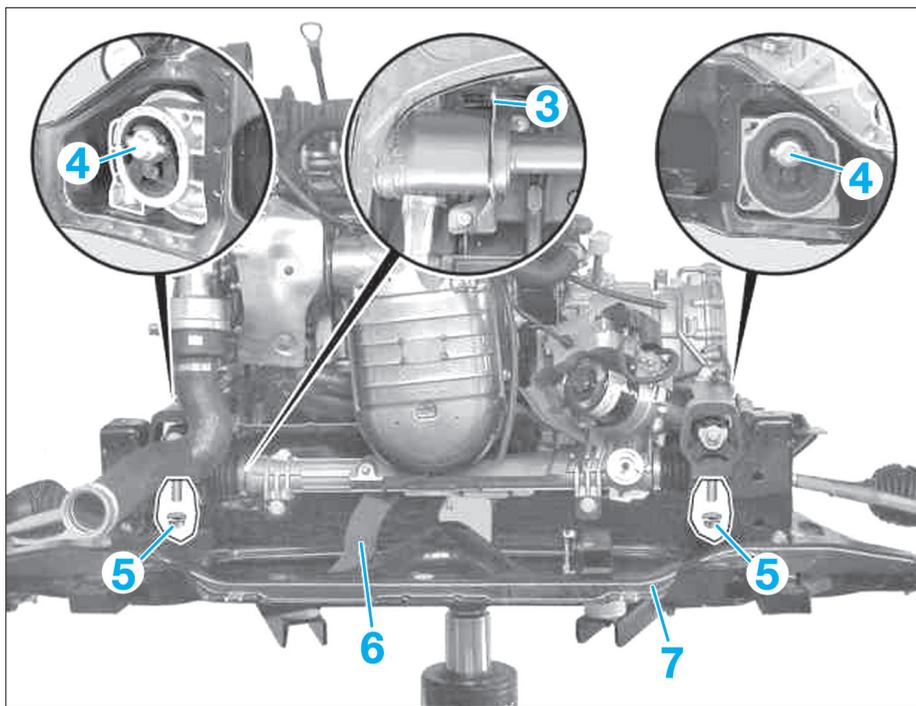

FIG. 71
- Déposer le moteur du berceau (Fig.71) :
- déposer le support de palier (3),
- déposer les vis (4) des silentblocs arrière,
- déposer les écrous (5) des silentblocs avant,
- déposer la durit (6),
- soulever l'ensemble moteur – boîte et le séparer du berceau (7).